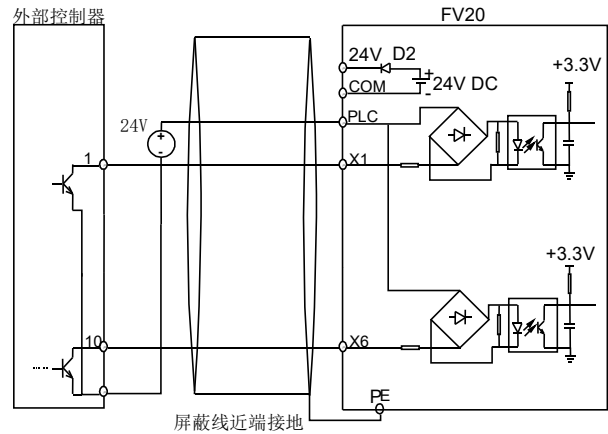
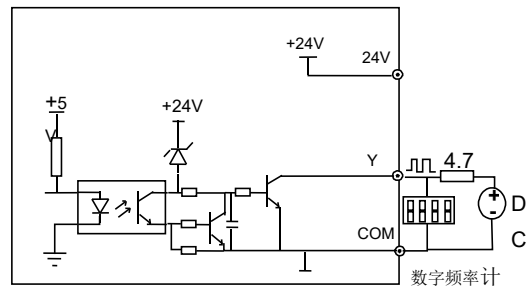

图 4-13 输出端子 Y 连接方式 1
图 4-14 输出端子 Y 连接方式 2
3. Y 用作数字脉冲频率输出，可使用变频器内部的 24V 电源，接线方式请参见图 4-13。
4. Y 用作数字脉冲频率输出，也可使用外部电源，接线方式请参见图 4-14。
5. 图 4-13、图 4-14 中，对于非 24V 继电器，应根据继电器参数选择合适的电阻，串接在继电器回路中。